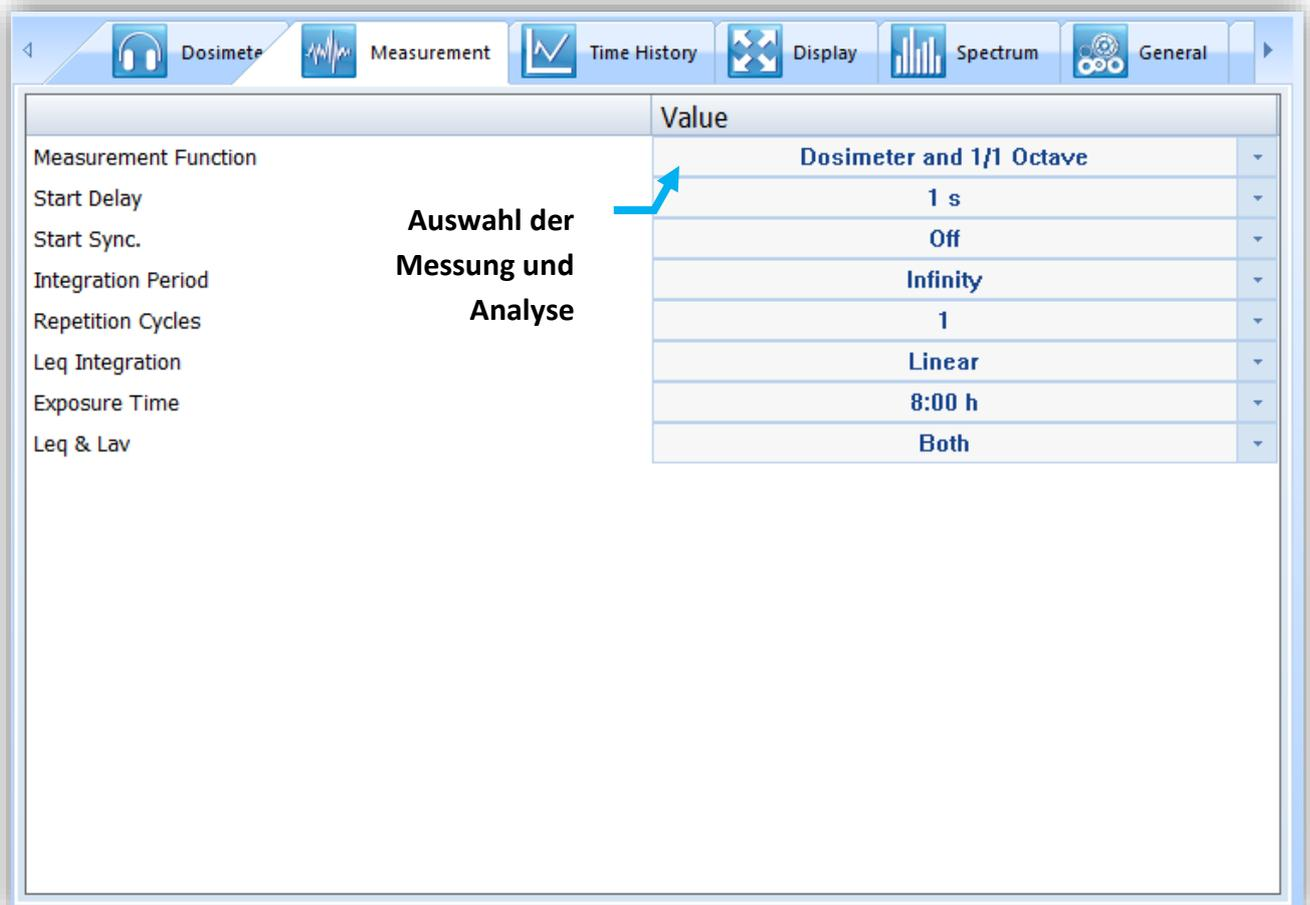

Abbildung 45: Messparameter Einstellungen
**Achtung:** Zusammenfassungsergebnisse werden im Intervall der „**Integration Period**“ gespeichert und nicht des **Logger Steps**.. (siehe Abbildung 45)